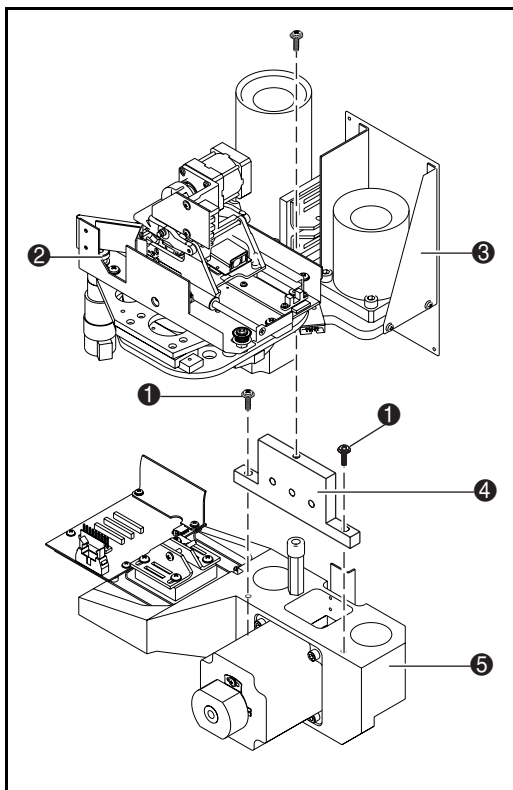

Figure 4-20. Retrait de la fixation de chariot vertical
5. Retirez la fixation de chariot vertical comme le montre la Figure 4-20 (voir Tableau 4-7) :
- Faites pivoter l'axe d'extension (❷) à 90°.
- Soulevez doucement le chariot vertical (❸) à hauteur des yeux.
- f. Retirez les deux vis (❶) qui maintiennent la fixation de chariot vertical sur le chariot horizontal.
- g. Retirez la fixation de chariot vertical (❷).
- i. Baissez doucement le chariot vertical (❸).